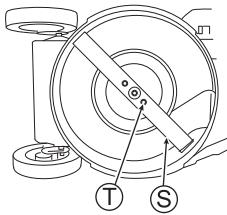

Fig. 34
- 3 Verifique se os parafusos de fixação (T) da lâmina estão apertados com o torque especificado. (Veja a fig. 34)
- 2 Aperte manualmente os parafusos de fixação (T) da lâmina.
- 4 Verifique se os parafusos de fixação (T) da lâmina estão apertados com o torque especificado. (**Veja a fig. 34**)